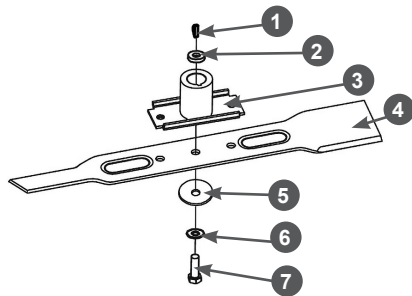

Рис. 27 Установка ножа
2. С помощью соответствующего инструмента открутите болт 7 крепления ножа и снимите нож (Рис. 27).
3. Снимите с вала двигателя адаптер 3 ножа и втулку 2 адаптера (Рис. 27).
4. Убедитесь в том, что шпонка 1 адаптера на месте и не имеет поврежденный (Рис. 27). Во избежание утери шпонки во время заточки ножа или других работ по обслуживанию газонокосилки извлеките шпонку из шпоночного паза и уберите в надёжное место.
7. Установите все детали на место в порядке, обратном снятию. Схема установки показана на Рис. 27. 8. Зафиксируйте нож от проворачивания и надёжно затяните болт 7 крепления ножа (Рис. 27).